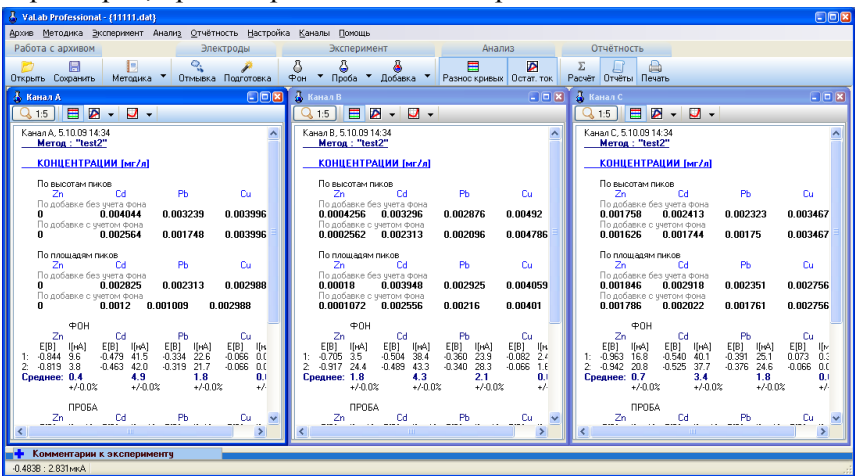

Рис. 4.12. Отчёт по измерениям
**Отчеты** **F10** — команда формирует отчет о проведенных измерениях для всех каналов. Отчёты заменяют графики вольтамперограмм (Рис. 4.12). Для возврата к графикам, следует выполнить команду **Отчёты** ещё раз.